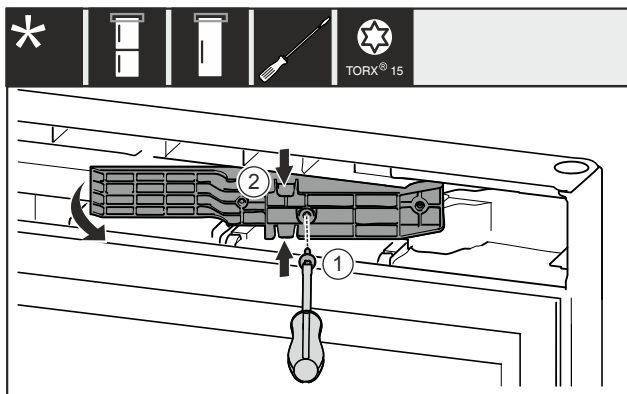

Fig. 16 *
- ▶ Távolítsa el a csavart Fig. 16 (1).*
- ▶ Finoman nyomja össze az illesztődarabot Fig. 16 (2) alul és felül, és húzza ki.*